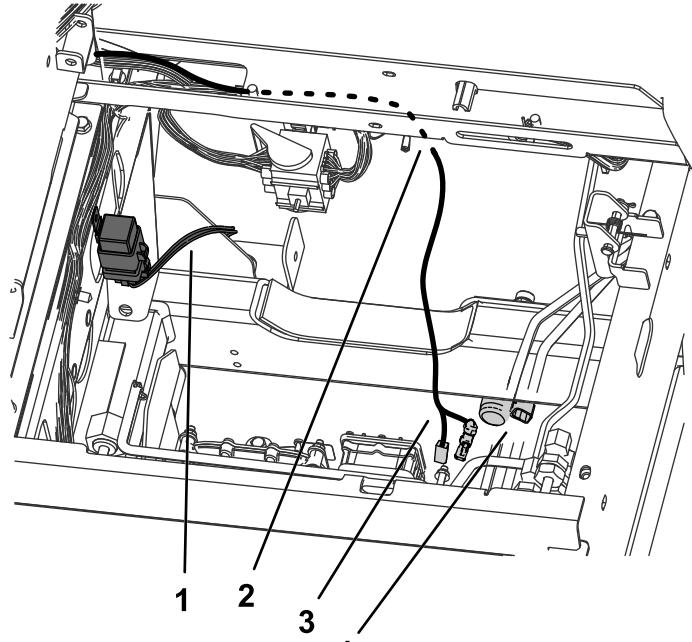
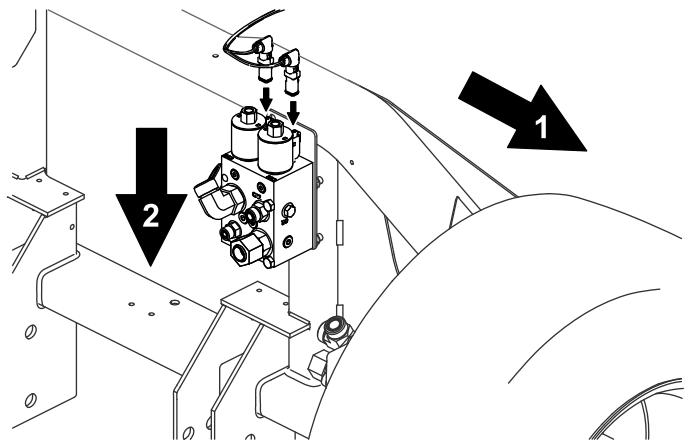

図 28
図32
9. リレーに直接取り付けられずに残っている線2本を、既存のワイヤーハーネスに沿ってフレームの下を通って、3ウェイマニホールドの真上まで配設する 図 28。
13. 残っているハーネスを、下フレームに沿って配設し、右前タイヤのすぐ内側にあるフローデバイダのコイルに接続する図28と図32。